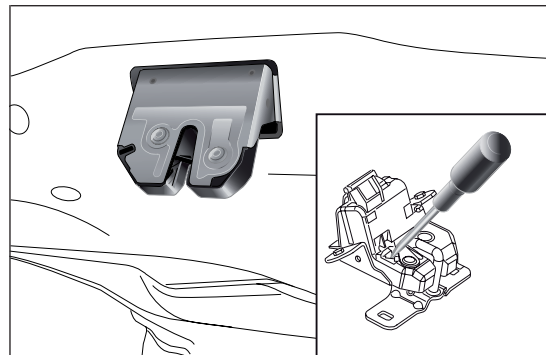

fig. 51
- ☐ extraer el tapón de protección y accionar el enganche de la cerradura con un destornillador o pieza metálica fig. 51.